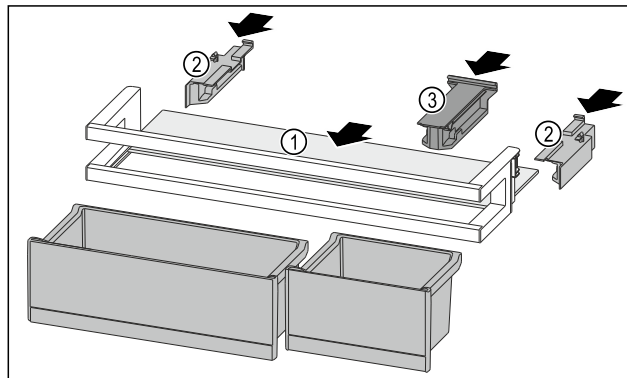

Fig. 135
- Skjut in dörrfacket Fig. 135 (1) i ursparingarna på sidan.
- Sätt in sidodelarna Fig. 135 (2).
- Sätt in fästdelen Fig. 135 (3).